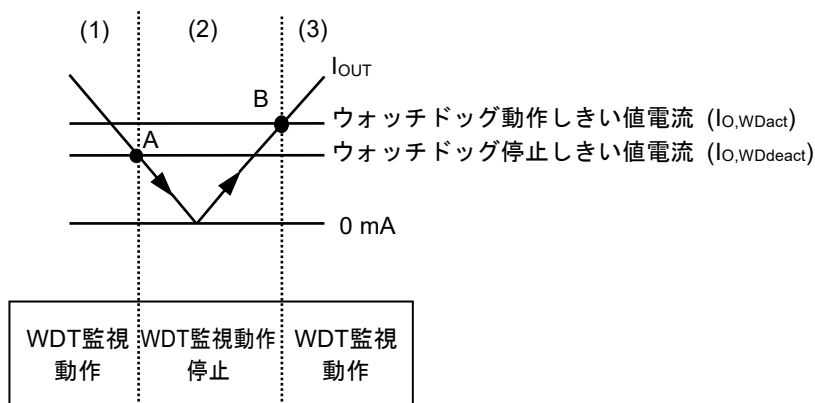

図42 自律ウォッチドッグ動作機能
- (1)レギュレータの I_{OUT} がウォッチドッグ動作しきい値電流 ($I_{O,WDact}$) 以上で、コンパレータ (C1) の入力電圧 (V_{WDact}) は基準電圧 (V_{ref}) より高くなり、C1の出力は "H" になります。このとき、ウォッチドッグタイマは監視動作を行います。
- (2) I_{OUT} が低下し、ウォッチドッグ停止しきい値電流 ($I_{O,WDdeact}$) (図42のA点) 以下になると V_{WDact} は V_{ref} 以下となり、C1の出力は "L" になります。このとき、ウォッチドッグタイマは監視動作を停止します。 I_{OUT} が上昇しても、 $I_{O,WDact}$ 未満の場合、ウォッチドッグタイマは監視動作を停止したままです。
- (3)さらに I_{OUT} が上昇して $I_{O,WDact}$ (図42のB点) 以上になると V_{WDact} は V_{ref} 以上になり、C1の出力は "H" になり、ウォッチドッグタイマは監視動作を開始します。